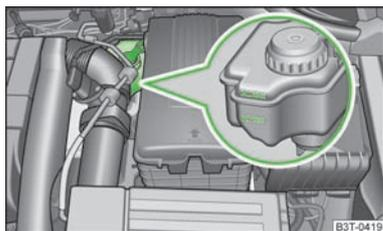

Fig. 146
- Contrôlez le niveau de liquide de frein sur le réservoir » fig. 146. Celui-ci doit arriver entre les marques « MIN » et « MAX ».